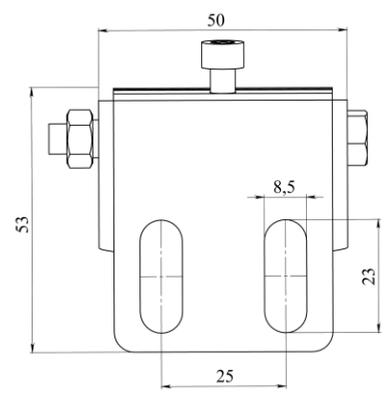

Рисунок 4.1
5.2. Установить светильник на поверхности и закрепить его четырьмя/шестью болтами М8 (в комплекте не поставляются) (количество болтов зависит от типа кронштейна см. таблицу 3.3), схема размеров под крепление на Рисунок 4.1 – 4.6.